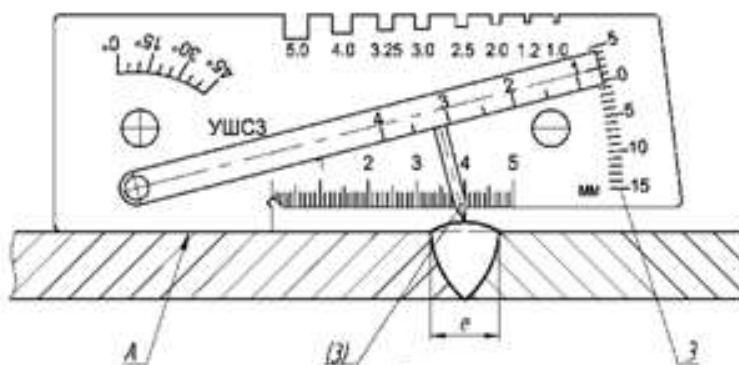

Рис.5.Схема применения УШС-3 при измерении высоты усиления стыкового шва
4.2.2 Измерение высоты усиления стыкового шва (рис.5)